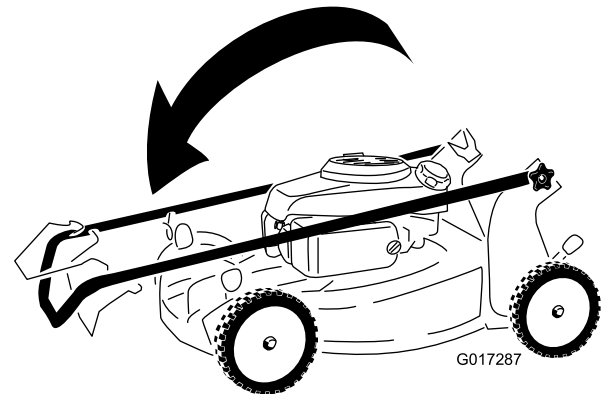

Figura 23
2. Pliegue hacia adelante la sección superior del manillar (ver Figura 23).